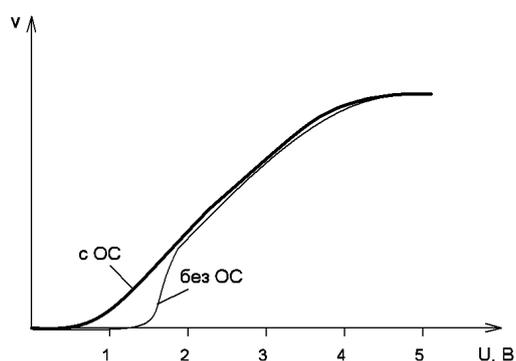

Рисунок 5.6 – Зависимость скорости вращения вала двигателя от напряжения на выводе «Скорость» с цепью обратной связи и без неё
**«Скорость».** Вход задания скорости вращения вала двигателя. Модуль осуществляет стабилизацию скорости вращения вала двигателя при изменении амплитуды напряжения питания. При установленной скорости вращения менее 50 % от максимальной скорость меняется не более  $\pm 5\%$ , при изменении напряжения питания  $\pm 50\%$ . При максимальной установленной скорости стабилизация осуществляется только при увеличении амплитуды напряжения питания (скорость меняется не более  $+5\%$ , при увеличении амплитуды не более  $+50\%$ ). Диапазон регулирования скорости лежит в пределах 0,5...4,5 В для вариантов управления «А», «Б», «В», «Г» и для других вариантов с введением во внешнюю схему управления обратной связи (см. рис.5.1 – 5.4). Если обратная связь для вариантов управления «Д», «Е», «Ж», «И» отсутствует (установлена перемычка, как указано пунктиром на рис.5.1 – 5.4), то диапазон регулирования скорости будет лежать в пределах 1,5...4,5 В. Зависимость скорости вращения вала двигателя от напряжения на входе «Скорость» представлена на рис.5.6 и рис.5.7 (для вариантов управления «В» и «Ж»).